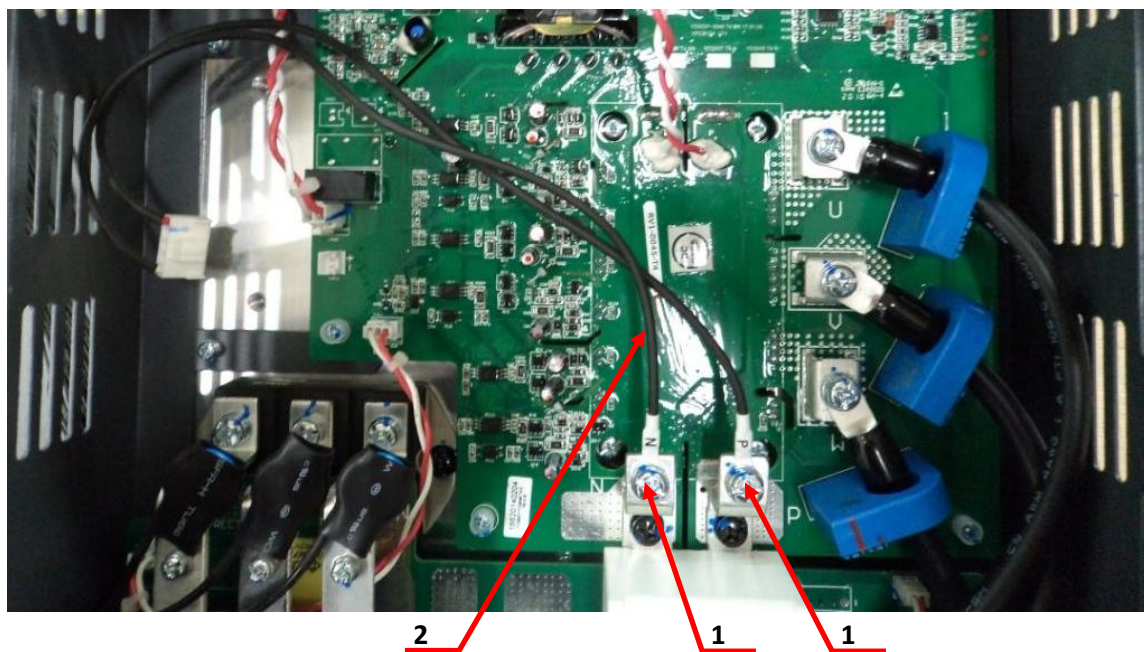

Рис. 7.22
7.6.11. Закрепить на шинах «N» и «P» винтами поз.1 наконечники проводов кабеля питания, поз.2, платы управления вентиляторами в соответствии с маркировкой: N к N, P к P (рисунок 7.22).